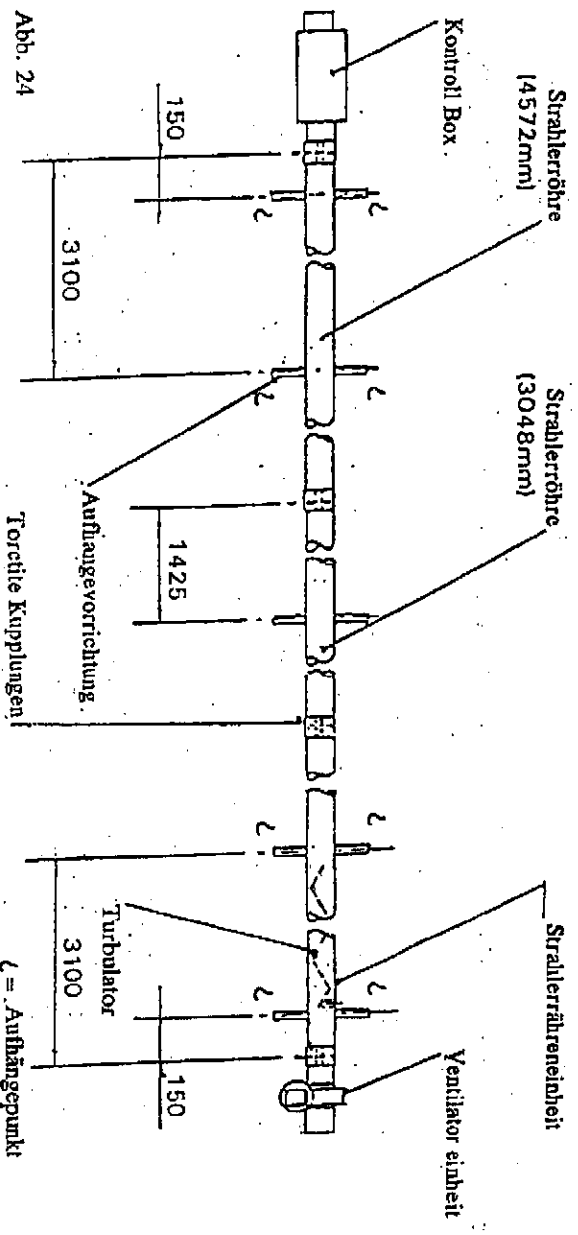
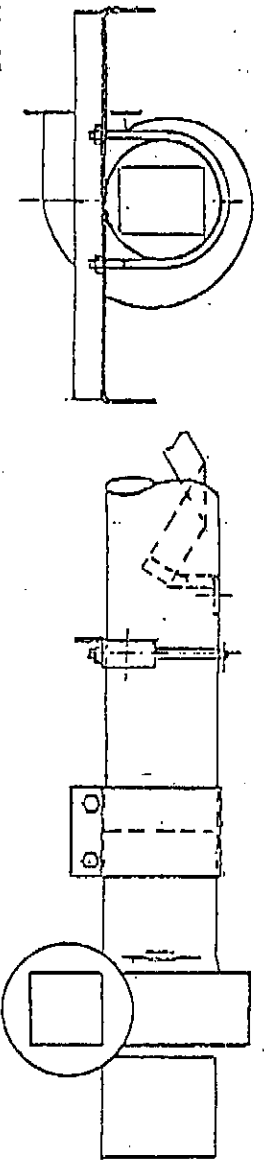

Abb. 24
Abb. 25
- 4.6.2 Platzieren Sie die Strahlerröhre und die Strahlerröhreneinheit (die den Turbulator beinhaltet) auf Böcke, so daß sie einen Mindestabstand von 150mm vom Fußboden haben, und montieren Sie die fünf Aufhängevorrichtungen an die Strahlerröhren und die Strahlerröhreneinheit, unter Gebrauch eines U-Bolzen pro Vorrichtung (aus dem Befestigungspaket). Positionieren Sie die Aufhängevorrichtungen entlang der Strahlerröhren und der Strahlerröhreneinheit wie in der Abb. 24 gezeigt. Die Muttern der Torcette genügend festdrehen, um die Aufhängevorrichtungen zu halten. Nicht überdrehen.
- 4.6.3 Legen Sie eine Torcette Kupplung über das Ende der langen Strahlerröhre (siehe Abb. 24 oben) und stellen Sie sicher, daß sie voll einrastet, bis zum Stopper. Montieren Sie die Kontrollbox an die Strahlerröhre und stellen Sie sicher, daß sie voll in der Torcette Kupplung einrastet (bis zum Stopper) und sich vertikal mit der Türklinke zuoberst (siehe Abb. 6) befindet. Die Muttern der Torcette Kupplung festdrehen um die Kontrollbox zur Strahlerröhre zu sichern. Achten Sie dabei darauf, daß die Kontrollbox sich auf einer Linie mit der Achse der Röhre befindet.
4.6.4 Plazieren Sie eine zweite Kupplung über das Ende der Strahlerröhreneinheit, wo der Turbulator zur Röhre gesichert ist (siehe Abb. 24 und Abb. 25 oben) und stellen Sie dabei sicher, daß sie voll einrastet, bis zum Stopper mit der Klemme darunter. Montieren Sie die Ventilatoreinheit an die Strahlerröhre, und stellen Sie sicher, daß sie voll in der Torcite Kupplung einrastet (bis zum Stopper), und daß sie, für abzugslose Anwendung, mit dem Ventilatorauslaß horizontal positioniert ist, und für Anwendung mit Abzug entweder horizontal oder vertikal (mit der Vorderseite nach oben). Die Muttern der Torcite Kupplung festziehen um die Ventilatoreinheit an der Strahlerröhre zu sichern. Achten Sie dabei darauf, daß die Ventilatoreinheit auf gleicher Linie mit der Achse der Röhre gehalten wird. (siehe Abb.6).
4.6.5 Die drei Teile des Gerätes sollen jetzt angehoht werden und wie im Abschnitt 3.1 dargestellt an den vorher angebrachten Ketten oder Fallsäben an den in Abb. 24 gezeigten Aufhängepunkten gehängt werden. Seil- oder Gewebeschlingen sollen benutzt werden, wenn man von oben her hochhebt. Beim Gebrauch eines Gabelstaplers, stellen Sie sicher, daß das Gerät vor dem Anheben auf den Gabeln balanciert ist.
4.6.6 Plazieren Sie eine dritte Torcite Kupplung über das offene Ende der Strahlerröhre, die die Kontrollbox trägt, und stellen Sie dabei sicher, daß sie voll eingearbeitet ist, bis zum Stopper, mit der Klemme darunter. Montieren Sie die mittlere (kurze) Strahlerröhre in die Torcite Kupplung, stellen Sie dabei sicher, daß sie voll einrastet, bis zum Stopper, so daß die Aufhängevorrichtungen mit denen des ersten Strahlerröhrenteiles (siehe Abb. 24 oben) auf einer Linie sind. Die Muttern der Torcite Kupplung festziehen um die beiden Strahlerröhrenteile aneinander zu sichern, achten Sie dabei darauf, daß die Röhren in einer geraden Linie bleiben.
4.6.7 Plazieren Sie die vierte Torcite Kupplung über das offene Ende der Strahlerröhren- (und Turbulator) Einheit, die die Ventilatoreinheit trägt und stellen Sie sicher, daß sie voll einrastet, bis zum Stopper mit der Klemme darunter. Montieren Sie das zuvor montierte Teil der Strahlerröhren in die Torcite Kupplung und stellen Sie sicher, daß es voll einrastet (bis zum Stopper), so daß alle Aufhängevorrichtungen des Gerätes korrekt aufeinander ausgerichtet sind (siehe Abb. 24 oben). Die Muttern der Torcite Kupplung festziehen um die beiden Strahlerröhrenteile aneinander zu sichern, und achten Sie dabei darauf, daß die Röhren in gerader Linie bleiben.